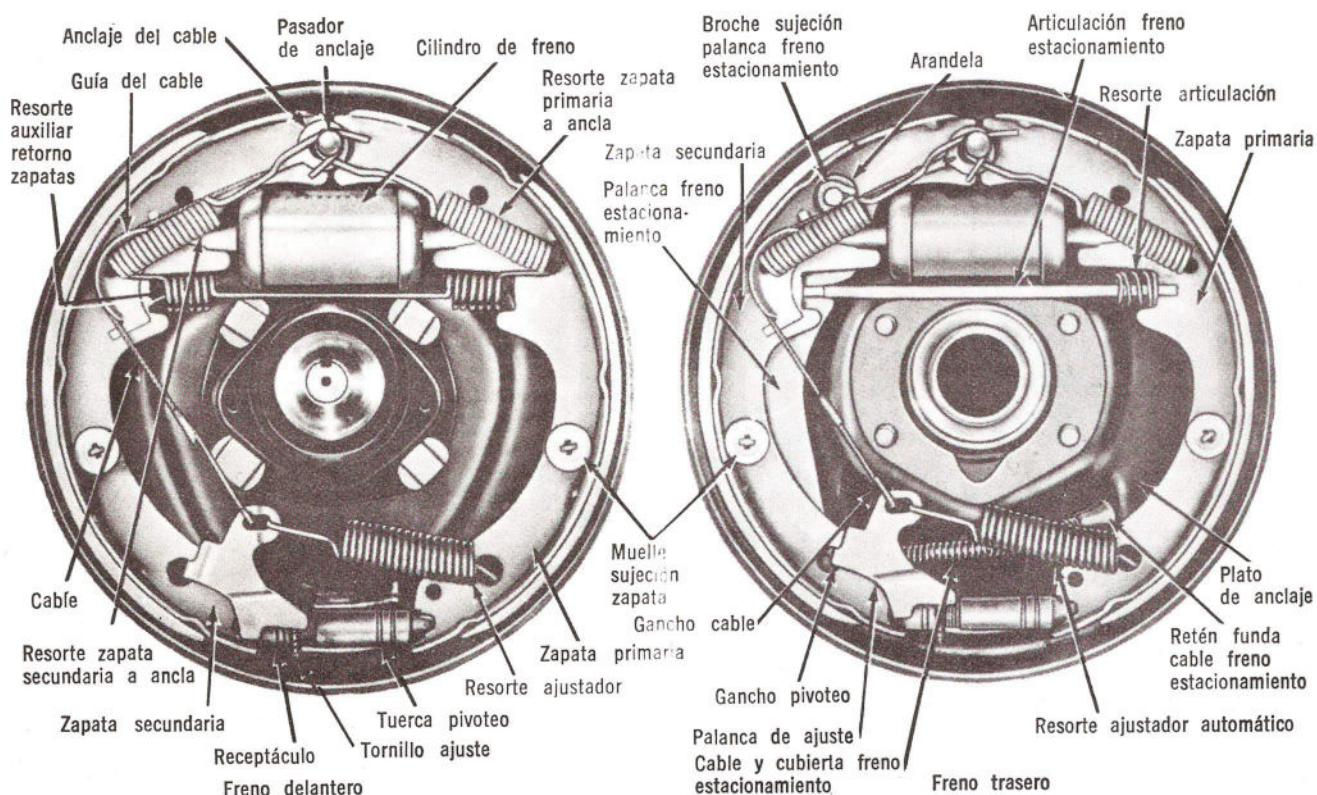

Fig. 3 — Frenos de Ajuste Automático.
El mecanismo de ajuste automático consta de un cable, una guía del cable, palanca de ajuste y resorte de ajuste (Fig. 3). El cable está enganchado sobre el pasador de anclaje en la parte superior y, en la inferior, está conectado a la palanca. El cable está conectado a la zapata secundaria por medio de una guía del cable. El resorte de ajuste está enganchado a la zapata primaria y a la palanca. El ajustador automático funciona únicamente cuando se aplican los frenos cuando el automóvil va rodando en reversa (marcha atrás).
El freno de estacionamiento, independiente y controlado por pedal, hace funcionar los frenos de las ruedas traseras mediante un sistema de cables. El cable va tendido desde el control del freno hasta la palanca compensadora. Los cables traseros conectan el compensador con la palanca del freno de estacionamiento en cada zapata secundaria trasera, como se ilustra en la Fig. 3.
6. Después de haber quitado las zapatas de los frenos traseros, desarme la palanca del freno de estacionamiento de la zapata, sacando el broche de sujeción y la arandela de presión (Fig. 3).
3. Coloque las zapatas en el plato de anclaje, e instale los pasadores de los muelles de sujeción, los muelles y las tazas. En los frenos traseros, instale la articulación y el resorte del freno de estacionamiento. Conecte el cable del freno de estacionamiento a la palanca (Fig. 3).